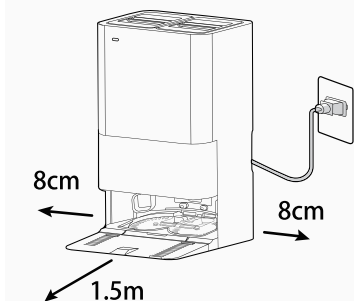

Fig. 3
3. Sett dokkingstasjonen på et ikke-reflekterende, flatt gulv, helst inntil en vegg. Hvis gulvoverflaten er for reflekterende, vil det forstyrre robotens navigasjonssystem og det kan være vanskelig for roboten å finne dokkingstasjonen. Sørg for at det er åpent område på minst 8 cm på begge sider og 1.5 m foran [Fig. 3]